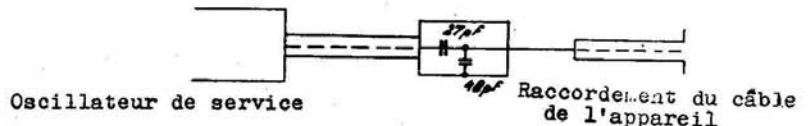

Fig. 11
4. Appliquer le signal modulé de 1500 kHz à l'appareil, via l'antenne artificielle (fig. 11).
Comme la bobine d'antenne est fortement couplée avec le premier circuit, l'influence de la capacité d'antenne sur ce circuit va augmenter. D'où l'antenne artificielle spéciale pour l'alignement (fig. 11) et la mise de C44 sur capacité minimum.